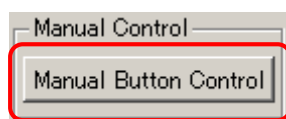

図 6. Flow Module における『Manual Button Control』ボタン
- Manual Button Control ボタンの追加 (図 6)